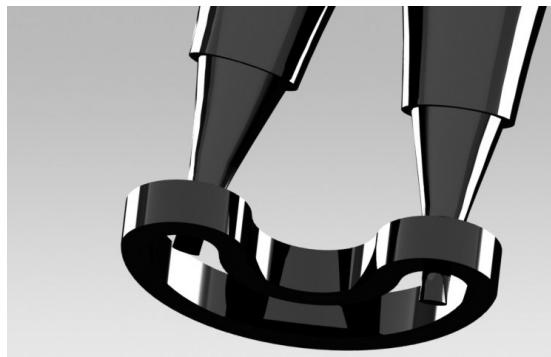

Abbildung 13
Setzen Sie die Dichtungen (20) der Membranwelle in die Nut des Mittelgehäuses, indem Sie sie mit einer Zange mit Sicherungsring nielenförmig zusammendrücken (siehe Abb. 13).